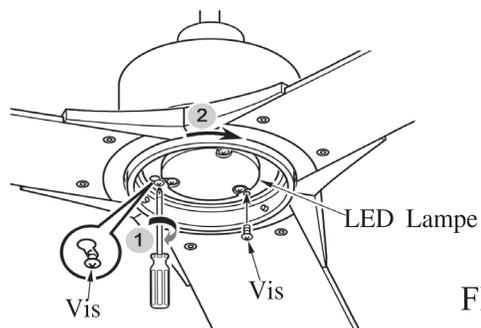

FIG.21
5. Connectez le module LED à l'aide des trois vis précédemment retirées.(Voir fig.21)